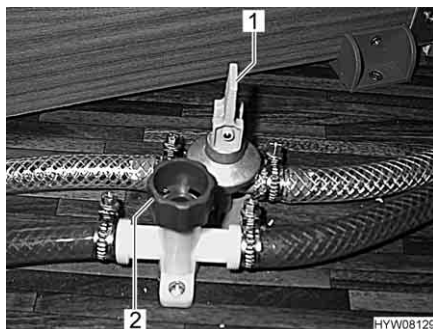

Fig. 133 Rubinetti di scarico
- Chiudere tutti i rubinetti di scarico per il boiler. Posizionare la leva a bilanciere (Fig. 133,1) orizzontalmente o ruotare il tappo (Fig. 133,2) in senso orario.
- Aprire tutti i rubinetti di scarico per il boiler. Posizionare la leva a bilanciere (Fig. 133,1) verticalmente o ruotare il tappo (Fig. 133,2) in senso antiorario.